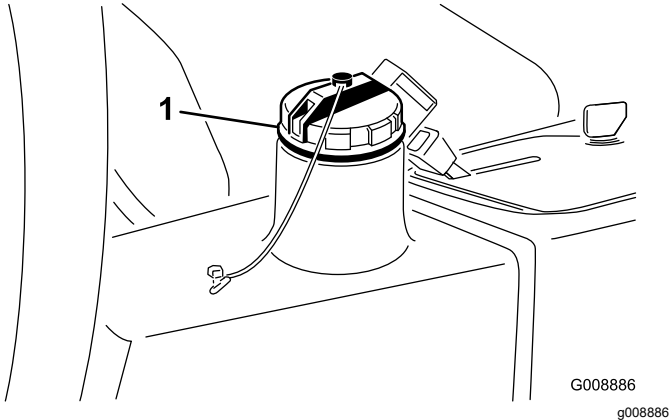

Figure 79
4. Versez environ 13,2 litres de liquide hydraulique dans le réservoir (Figure 79) ; voir Contrôle du système hydraulique (page 52).